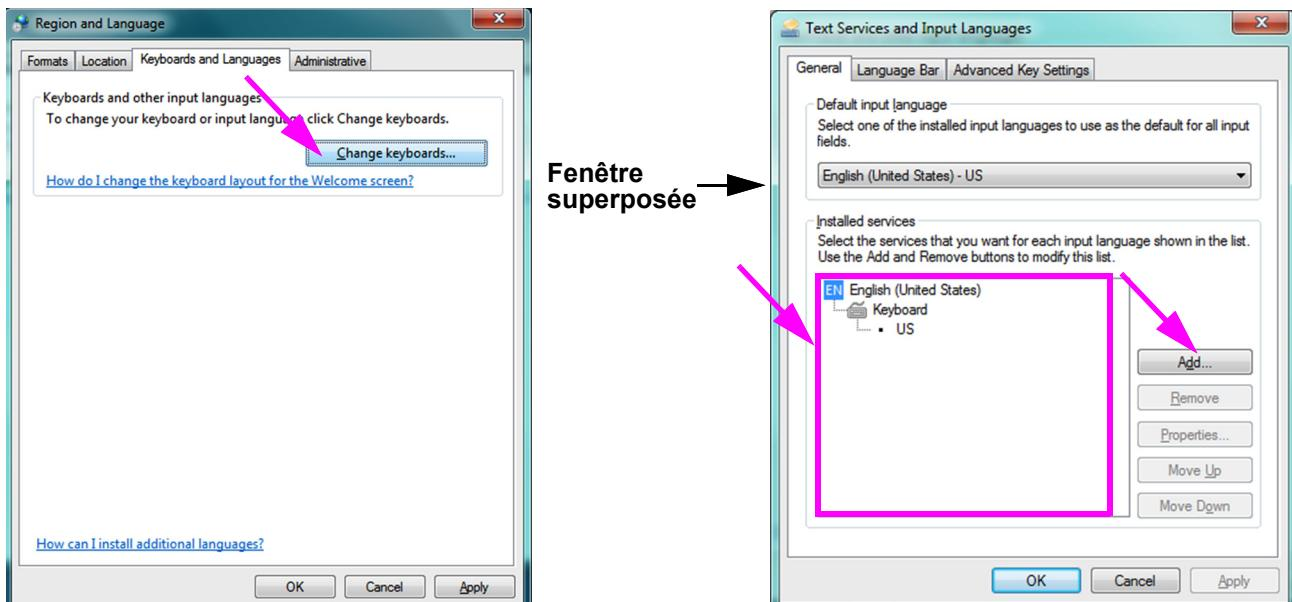

Figure C-8. Écrans Region and Language (Région et langue) et Text Services and Input Languages (Services de texte et de langues)
2. Lorsque l'onglet Keyboards and Languages (Claviers et langues) apparaît, cliquez sur le bouton **Change Keyboards...** (**Changer de clavier...**) (cf. Figure C-8). Une fenêtre superposée apparaît, énumérant les Installed Services (Services installés) (à savoir, les claviers de langue disponibles).
Si la langue souhaitée n'existe pas dans la boîte Installed Services (Services installés), cliquez sur le bouton **Add (Ajouter)** (cf. Figure C-8).